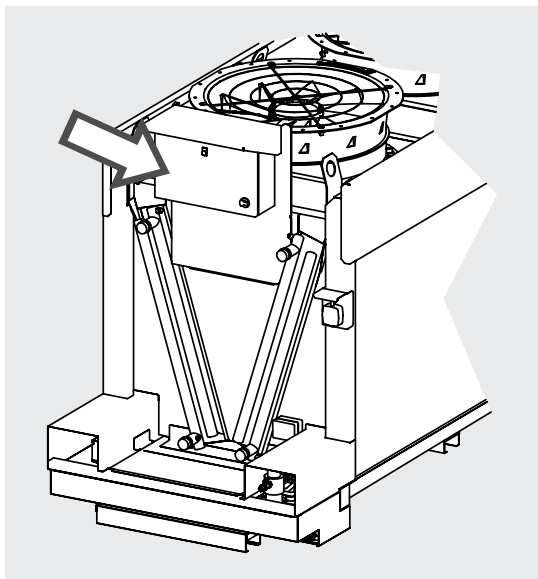

Figura 12
8.1 Per informazioni dettagliate fare riferimento allo schema elettrico del quadro e ad eventuali altri schemi forniti assieme al modello. Si osservi la Figura 12.